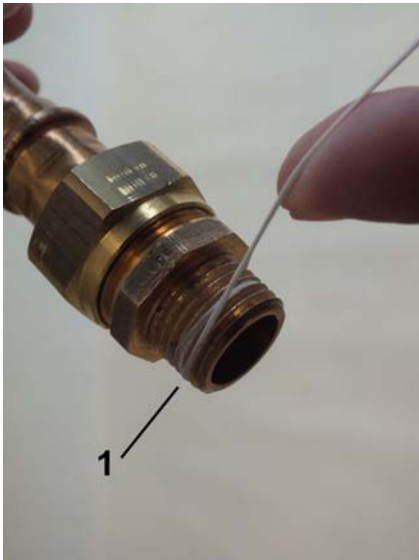

Abb. 8: Dichtfaden aufbringen
2. ➤ Dichtfaden (Abb. 8/1) in Gewin-